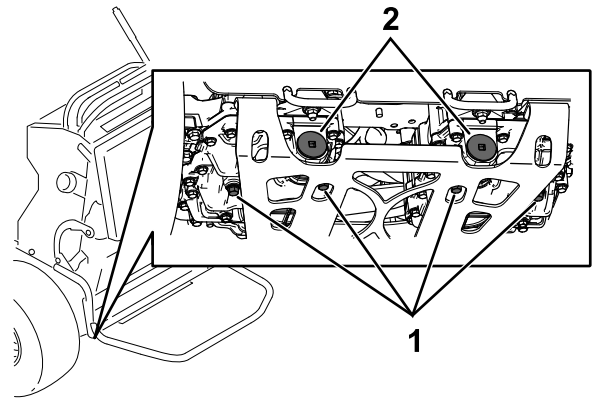

図 72
5. 左右のトランスミッションそれぞれの底部にあるドレンプラグの下にオイルを受ける容器を置く 図 72。